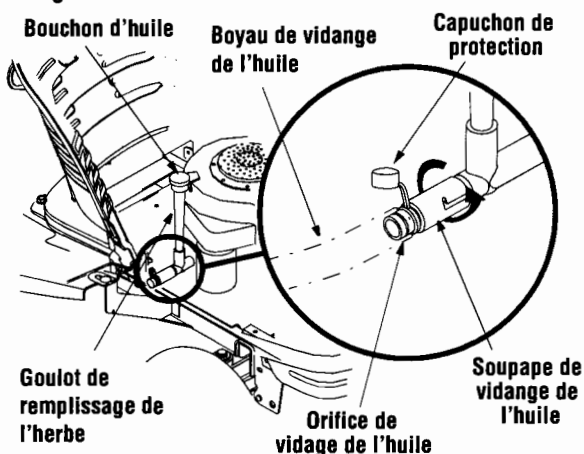

Figure 17
- Dévissez le bouchon d'huile et sortez la jauge à huile du goulot de remplissage. Voir la Figure 17.
- Soulevez le capuchon de protection à l'extrémité de la soupape de vidange de l'huile pour exposer l'orifice de vidange. Voir la Figure 17.
- Enfoncez légèrement la soupape de vidange de l'huile, puis faites-la tourner dans le sens contraire aux aiguilles d'une montre et sortez-la pour faire arriver l'huile. Voir la Figure 17.